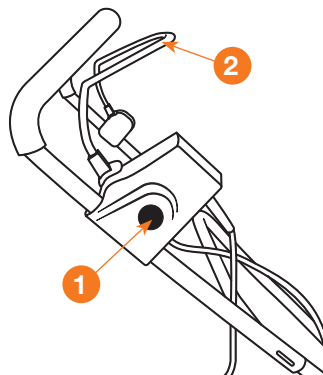

Рис. 21
- Нажмите и удерживайте кнопку блокировки включения **1** (Рис. 21).
- Продолжая удерживать кнопку блокировки включения **1**, прижмите скобу включения двигателя **2** к рукоятке (Рис. 21). Двигатель заработает и фрезы начнут вращение.